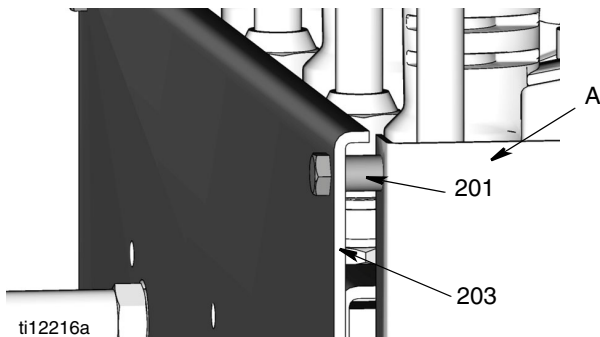

FIG. 1
1. Si adapta una barra existente del aceite para acomodar los metros de la matriz, instale los espaciadores (201) entre la barra del aceite (a) y el panel de delante (203) (FIG. 1).